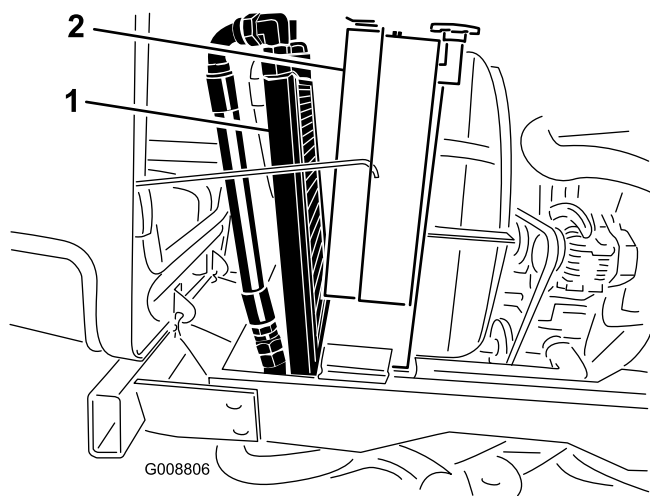

Figura 62
3. Gire el enfriador hacia atrás. Limpie a fondo ambos lados del enfriador de aceite y la zona del radiador (Figura 62) con aire comprimido. Empezando en la parte del ventilador, soplo los residuos hacia la parte trasera. Luego, limpie desde atrás, soplando los residuos hacia adelante. Repita este procedimiento varias veces hasta eliminar todos los residuos.